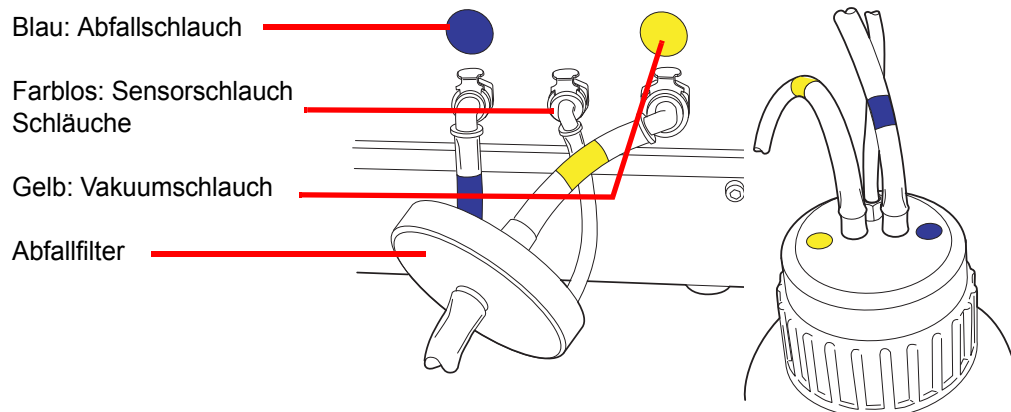

Abbildung 8-13 Schlauchverbindungen der Abfallflasche
3. Die drei Anschlüsse für die Abfallflasche an der Rückseite des ThinPrep 5000 Prozessors ausfindig machen Siehe Abbildung 8-13. Die Knöpfe der Anschlüsse müssen nach unten/innen zeigen.